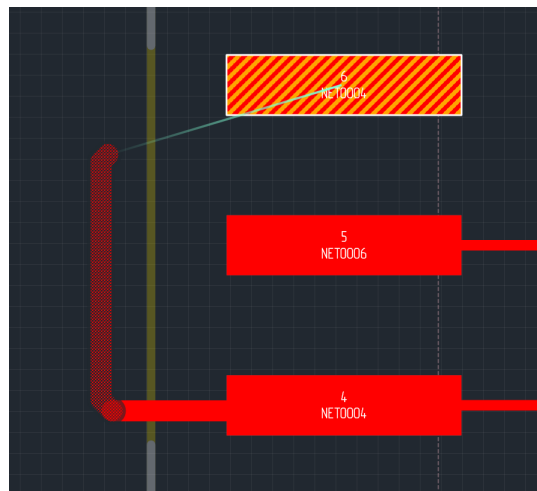

Рис. 203 Начало размещения трека
3. Выберите точку для начала размещения трека и нажмите левую кнопку мыши, размещение трека начнется с указанной точки. При этом отключится отображение всех линий соединения, кроме той, что показывает место окончания трека. Место окончания трека контактная площадка и сама линия связи будут дополнительно подсвечены, см. Рис. 203.